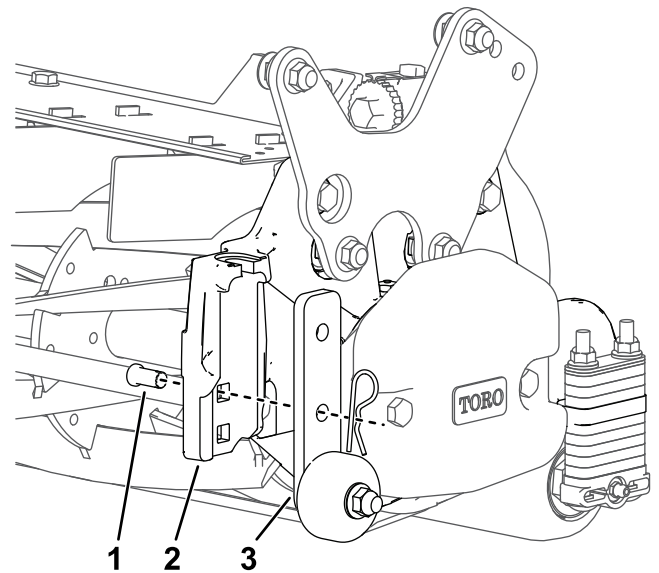

Figura 18
- Eleve los soportes de los rodillos de taller después de elevar la unidad de corte a la posición de funcionamiento (Figura 18).